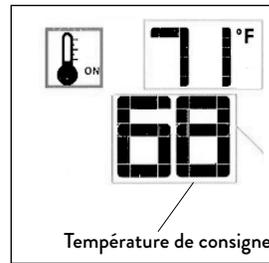

Figure 15.11. Thermostat allumé.
- Pour activer cette fonction, appuyez sur la touche Thermostat. L'affichage indiquera que le thermostat d'ambiance est « ON » et que la température de consigne actuelle est maintenant affichée. Figure 15.11.